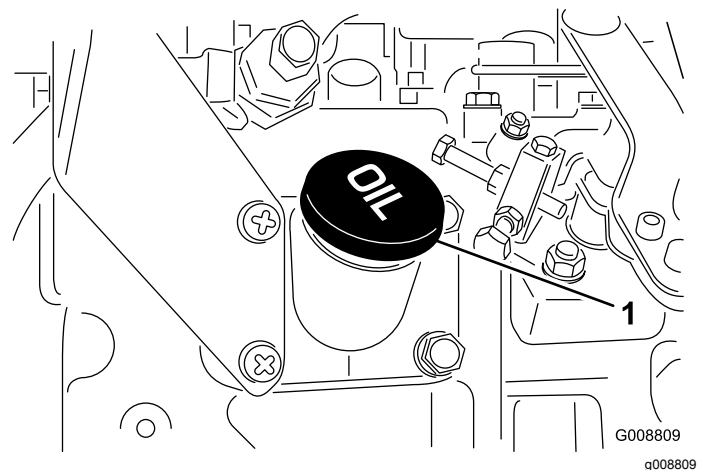

Figura 15
4. Se l'olio non raggiunge i parametri di sicurezza, togliete il tappo di riempimento (Figura 15) e aggiungete olio finché il livello non raggiunge la tacca FULL (pieno). **Non riempite troppo.**